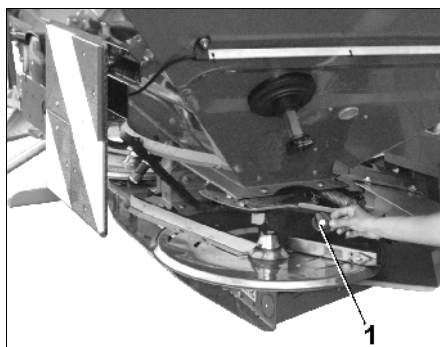

Fig. 51
- Fjern fløjmotrikken (Fig. 51/1)